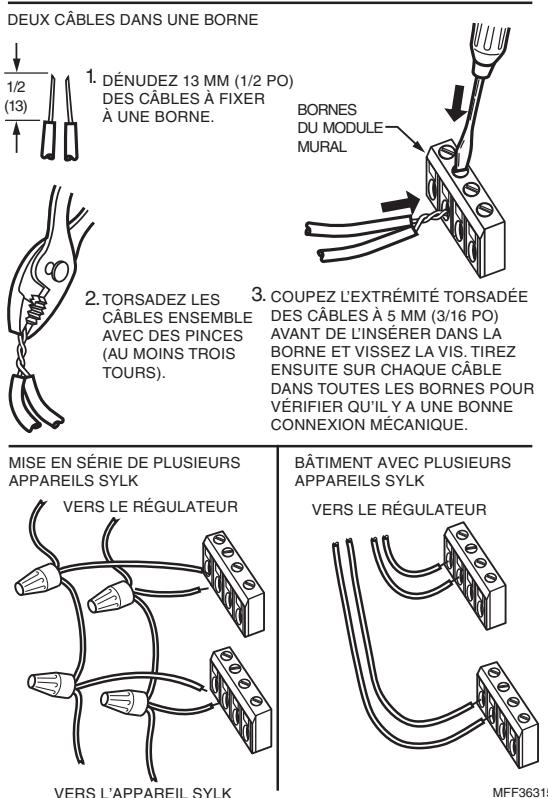

Fig. 6. Options de câblage de plusieurs appareils Sylk.
- Reportez-vous à la Fig. 6 pour le câblage de plusieurs appareils Sylk.